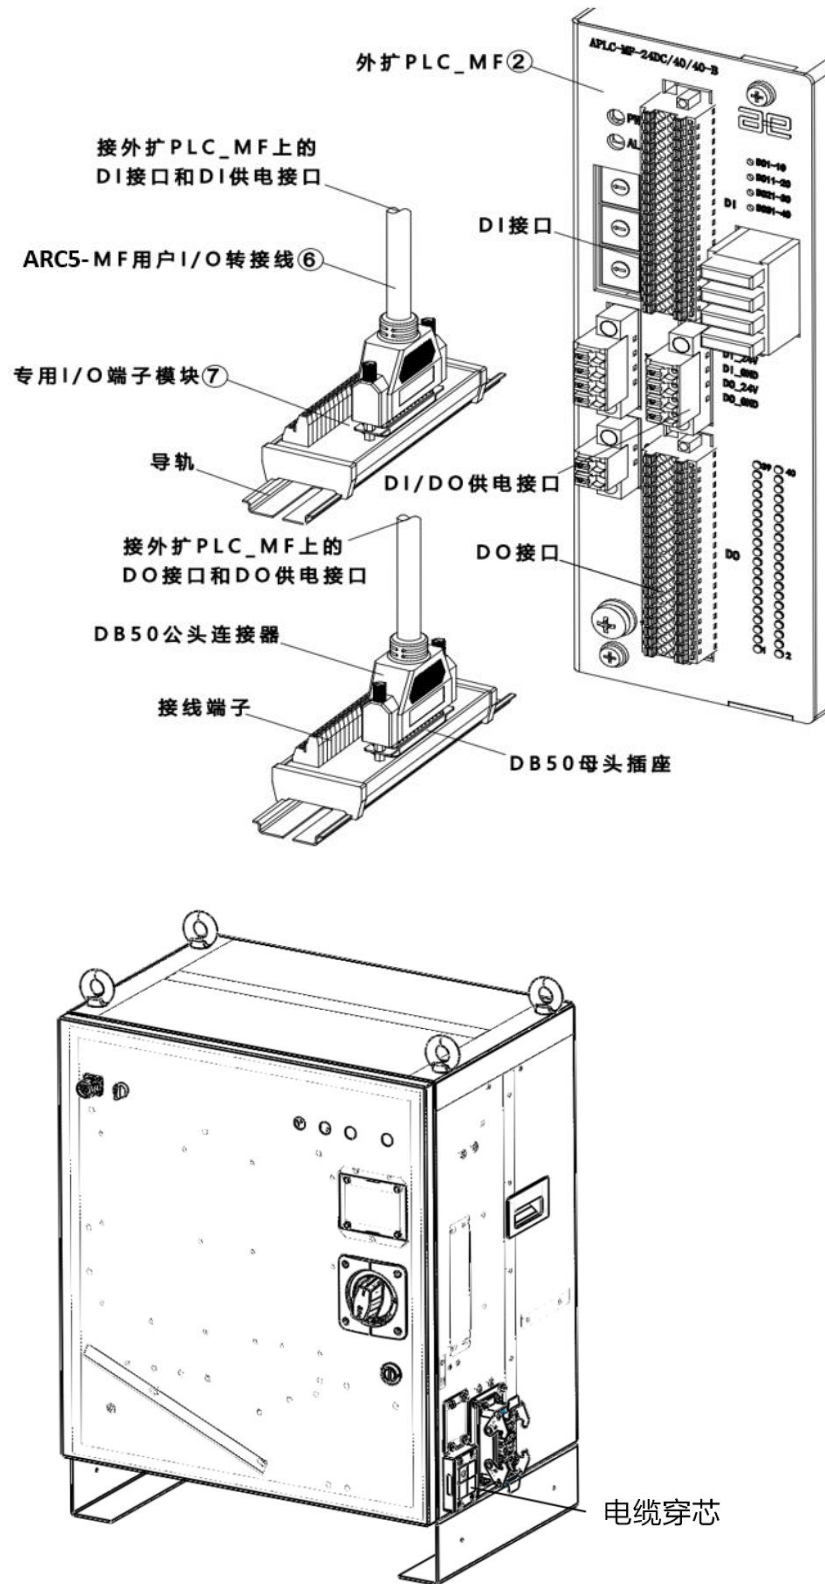

图 20-5 连接用户 I/O 端子示意图
步骤4. 将两根 ⑥ ARC5-MF 用户 IO 转接线的一端分别接在 ② 外扩 PLC\_MF 上的 DI 接口和 DO 接口上，另一端接在 ⑦ 用户 MF I/O 端子模块上，参考图 20-5。2 根 ARC5-MF 用户 IO 转接线通过控制柜右侧电缆穿芯接出柜体，PLC\_MF 波特率设置参考表 19-14。